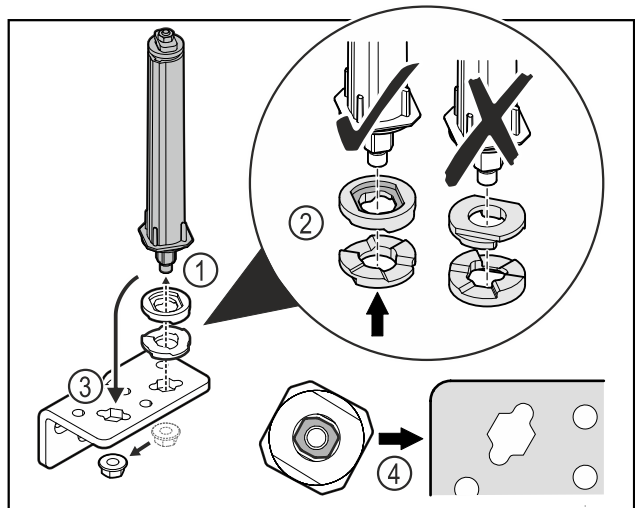

Fig. 36
- ▶ Moer losmaken en deursluitsysteem verwijderen Fig. 36 (1).
- ▶ De correcte uitlijning van de hoogte-instelschijven in acht nemen Fig. 36 (2).
- ▶ Deursluitsysteem in de scharnierhoek verplaatsen en met de moer vastzetten Fig. 36 (3).
- ▶ Bij het plaatsen de correcte uitlijning van het deursluitsysteem in acht nemen Fig. 36 (4).